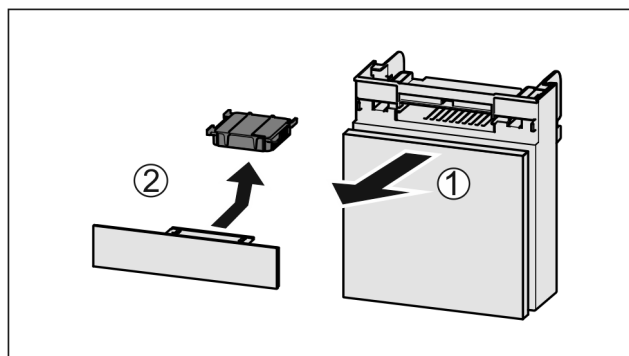

Fig. 81
- ▶ Retire el compartimiento hacia delante Fig. 81 (1).
- ▶ Retire el filtro de carbón activo Fig. 81 (2).